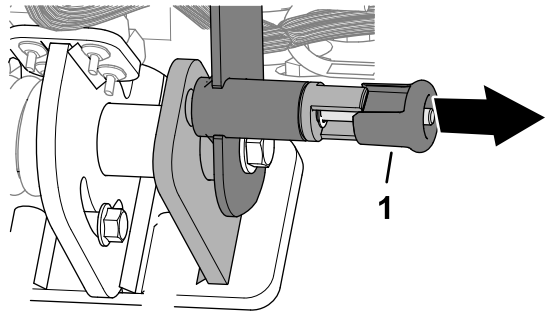

Figura 67
1. Tire del pomo del cierre del manillar (Figura 67)